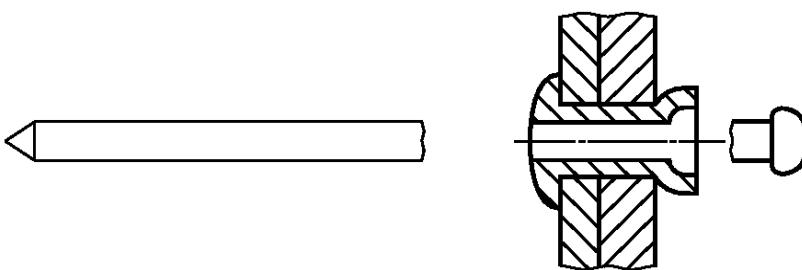

Рисунок 6 — Сердечник с отрывающейся головкой
2.2.1.3 сердечник с отрывающейся головкой (break head mandrel): После установки заклепки сердечник разрывается в месте соединения его головки и хвостовика, при этом и хвостовик, и головка сердечника выпадают из корпуса заклепки (рисунок 6).